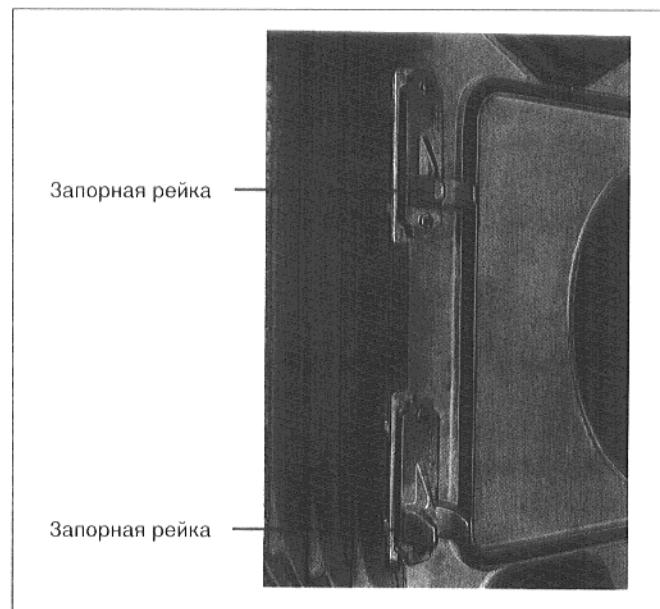

Рис. 27
- Привинтить каждую запорную рейку, с упорным скошенным ребром для дверцы горелки, двумя винтами M 12 x 55 соответственно рис. 27 (справа). Длинная часть запорной рейки должна показывать вверх. Монтаж производится на правой стороне, если шарниры монтированы слева.